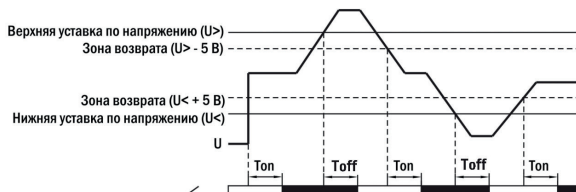

Рис. 3. Контроль напряжения
6.1. Контроль напряжения (рис. 3).